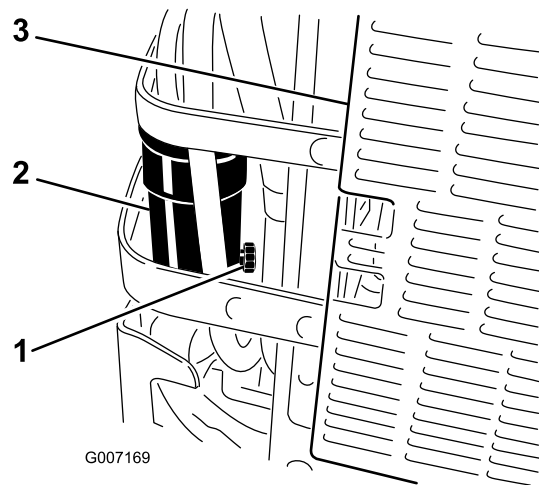

Figura 58
5. Abra la válvula de drenaje del separador de agua aproximadamente una vuelta para que se vacíen el agua y otros contaminantes (Figura 58).
6. Cierre la válvula de drenaje cuando salga solamente diésel combustible (Figura 58).